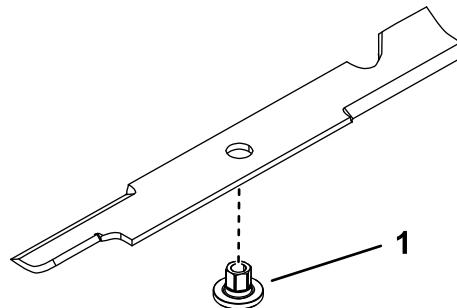

Bild 92
1. Montieren Sie eine Buchse durch das Messer, wobei der Bund der Buchse auf der unteren (Gras-)Seite des Messers liegen muss (Bild 92).